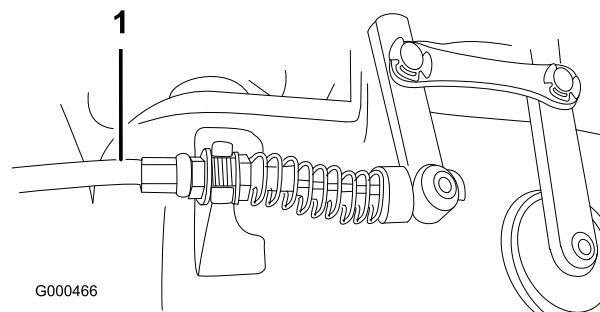

Figura 46
2. Per aumentare la tensione del cavo allentate il controdado anteriore del cavo e serrate il controdado posteriore del cavo (Figura 46) (sopra la scatola ingranaggi) finché la forza del cavo del cilindro non aumenta di 3,2 – 4,5 kg. alla manopola di comando.